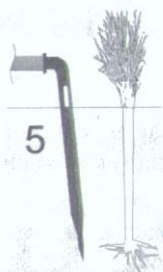

Рис.5
8. Установите капельницы (5) максимально близко к растению, но не повреждая корневую систему, как указано на рис.5.